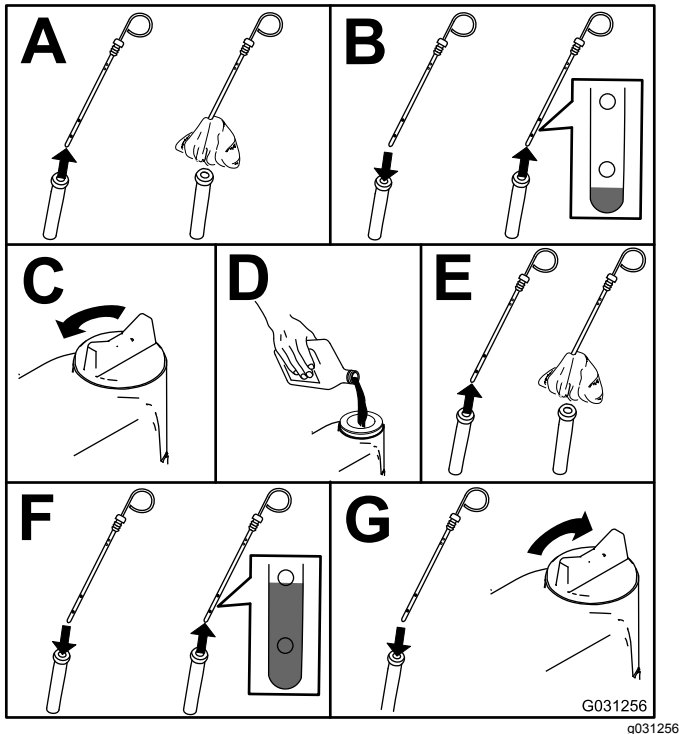

Figura 76
2. Verifique o nível de óleo do motor (Figura 76).